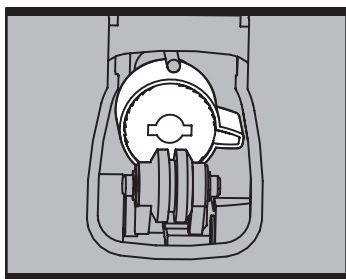
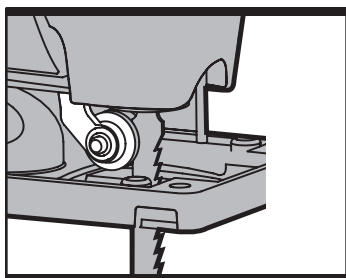

Fig 5
Fig 6
4. Pour ouvrir le porte-lame (6) faites pivoter l'anneau dans le sens contraire des aiguilles d'une montre (scie sauteuse à l'envers) et gardez la position (se référer à la Fig 5). Puis insérez entièrement la lame dans la fente du porte-lame avec les dents tournées vers l'avant et relâchez l'anneau, qui tournera de lui-même et se fixera sur le haut de la lame. Poussez de nouveau la lame dans le porte-lame pour s'assurer qu'elle est verrouillée. Assurez-vous que le bord de la lame est placé dans la rainure du guide de lame (se référer à la Fig 6). Pour retirer une lame, tenez la lame et faites pivoter l'anneau du porte-lame dans le sens inverse des aiguilles d'une montre puis sortez la lame (prenez garde à l'éjection possible de la lame).
Assurez-vous que la lame est bien positionnée et qu'elle se déplace librement dans la rainure (se référer à la Fig 6) sinon l'action pendulaire ne fonctionnera pas correctement et la lame ne sera pas supportée pendant la coupe.